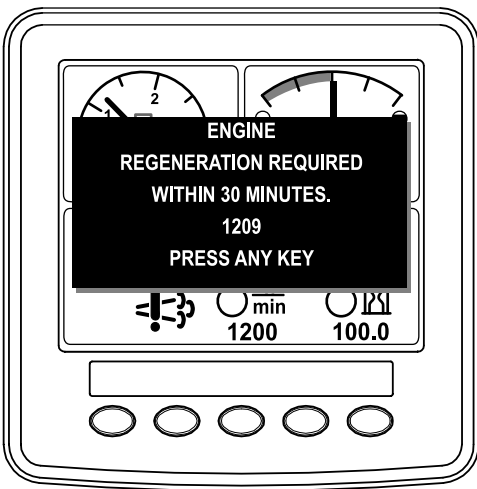

Figure 65
- Si vous passez outre la requête d'une régénération stationnaire (affichée sur l'InfoCenter) et que vous continuez à utiliser la machine (Figure 65), une quantité critique de suie risque de s'accumuler dans le FAP.